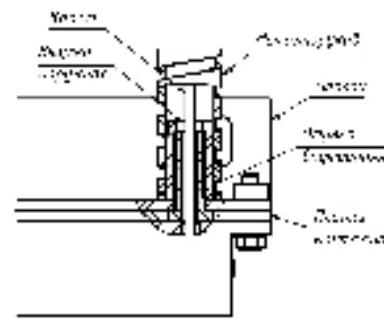

Рисунок 4 – Устройство кабельного ввода
4.5 Предусмотрена защита кабеля замка металлорукавом типа МРПИ-15 (рисунок 4). Крепление металлорукава к втулке (поз.6) рекомендуется выполнять при помощи хомута (в комплекте поставки не входит).